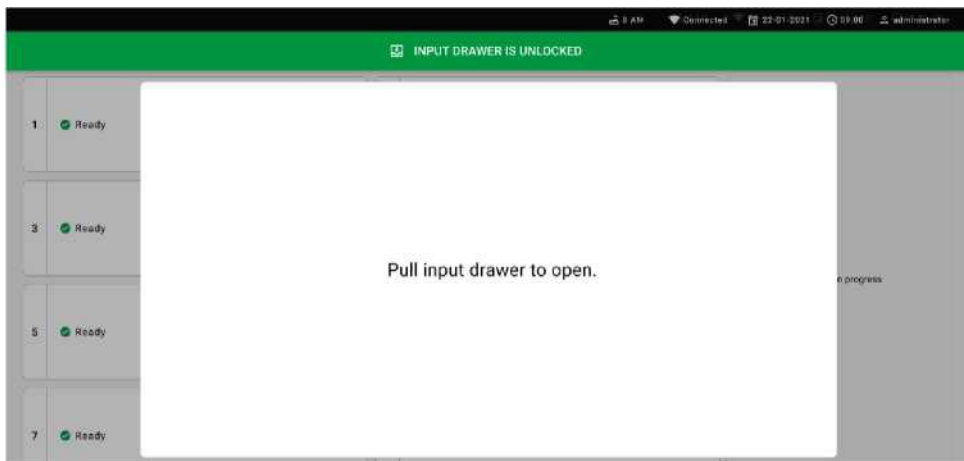

Рис. 55. Диалоговое окно открытия загрузочного лотка.
6. При появлении запроса потяните загрузочный лоток, чтобы открыть его (рис. 55).